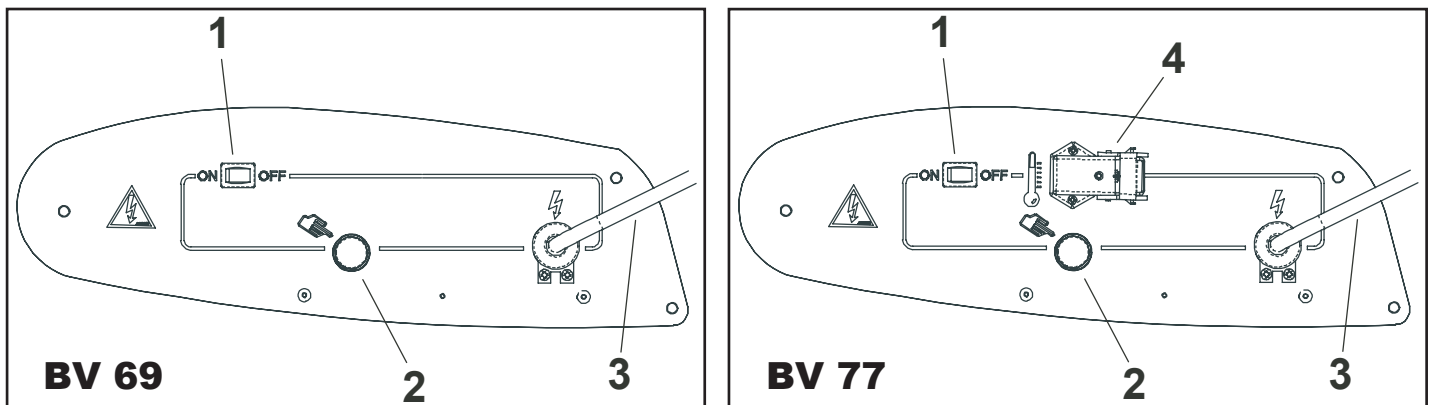

Figure 2 (A - B)
- mettre l'interrupteur 1 (Fig.2) dans la position rapportant le symbole :ON le ventilateur se met en marche et, après quelques secondes, la combustion commence.
Lors de la première mise en service ou après la vidange complète du circuit du gasoil, le flux de gasoil en direction de la buse peut s'avérer insuffisant et causer l'intervention de l'appareillage de contrôle de flamme qui arrête le générateur ; dans ce cas, après avoir attendu environ une minute, appuyer sur le bouton-poussoir de réarmement 2 (Fig.2) et remettre l'appareil en marche.
2. Appuyer sur le bouton-poussoir de réarmement 2 (Fig.2);
Pour arrêter l'appareil, il est nécessaire de mettre l'interrupteur 1 (Fig.2) sur "OFF" . La flamme s'éteint et le ventilateur continue de fonctionner jusqu'à ce que la chambre de combustion soit entièrement refroidie.
Le générateur est équipé d'un appareillage électronique de contrôle de la flamme. En cas de présence d'une ou plusieurs anomalies de fonctionnement, cet appareillage provoque l'arrêt de la machine et l'allumage du témoin du bouton-poussoir de réarmement 2 (Fig. 2).
- zet de schakelaar 1 (Fig. 2) in de stand met het symbool: ON de ventilatorslaat aan en na enkele seconden wordt de verbranding gestart.
Bij de eerste ingebruikname of nadat alle olie uit het circuit is verwijderd, is de oliestroom uit de straalpijp mogelijk onvoldoende, zodat de vlamregelaar van het toestel ervoor zorgt dat de generator wordt uitgeschakeld; in dat geval wacht u ongeveer een minuut en drukt u vervolgens op de opstartknop 2 (Fig. 2) om het toestel opnieuw op te starten. Als het toestel niet correct werkt gaat u in eerste instantie als volgt te werk:
2. Druk op de opstartknop 2 (Fig. 2);
Om het toestel uit te schakelen dient u schakelaar 1 (Fig. 2) in de stand "OFF". De vlam gaat uit en de ventilator blijft werken tot de verbrandingskamer volledig is afgekoeld.
De generator is voorzien van een elektronisch instrument ter besturing van de vlam. Als er zich afwijkingen in de werking voordoen zorgt dit instrument ervoor dat het toestel wordt uitgeschakeld en de opstartknop 2 (Fig. 2) wordt geactiveerd. Er wordt een oververhittingsthermostaat geactiveerd die ervoor zorgt dat de olietoevoer wordt onderbroken als de generator oververhit raakt: de thermostaat wordt automatisch opnieuw ingesteld zodra de temperatuur van de verbrandingskamer tot onder het toegestane maximum is gedaald.